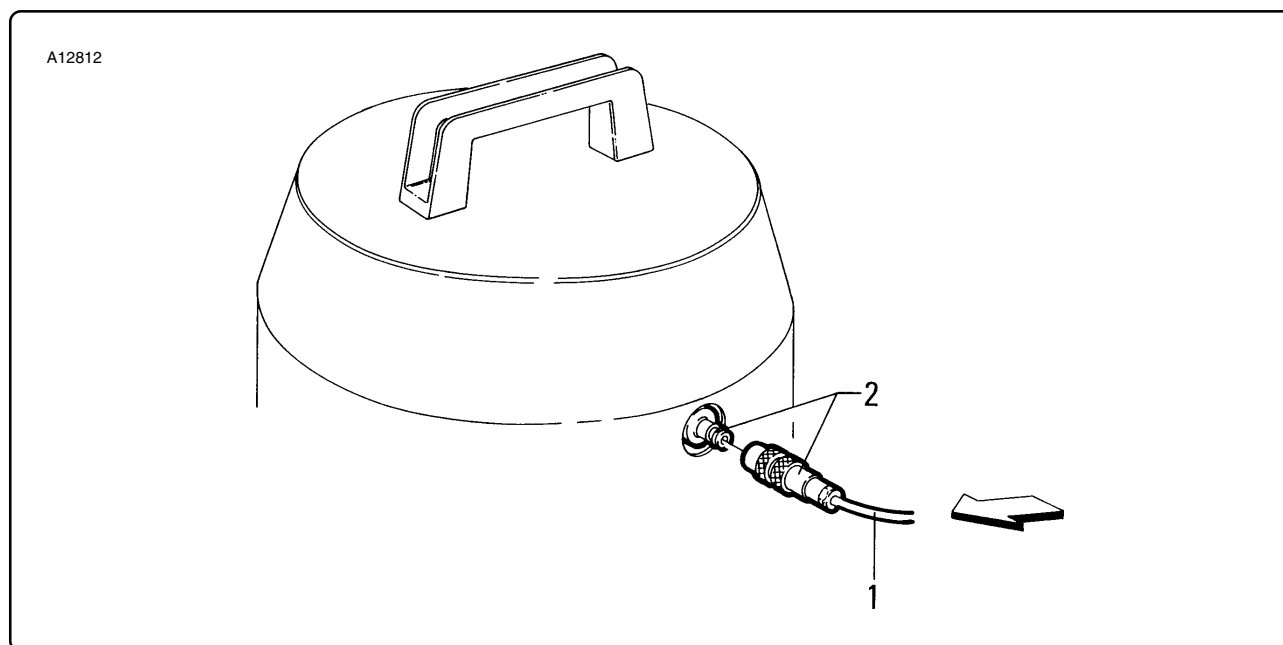

Fig. 5.4.1
5.4 - Collegamento all'impianto pneumatico (solo su A 128 XR) fig. 5.4.1
5.4 - Connecting to the air plant (only on A 128 XR) fig. 5.4.1
5.4 - Raccordement à l'installation pneumatique (seulement sur A 128 XR) fig. 5.4.1
5.4 - Conexión con la instalación neumática (solo en A 128 XR) fig. 5.4.1
Collegare il tubo rilsan "2" di Ø 8 al raccordo "1" (fig. 5.4.1).
Connect the Ø 8 rilsan tube "2" to union "1" (fig. 5.4.1).
Brancher le tube rilsan "2" de diam. 8 au raccordo "1" (fig. 5.4.1).
Empalmar el tubo rilsan "2" de Ø 8 con la unión "1" (fig. 5.4.1).